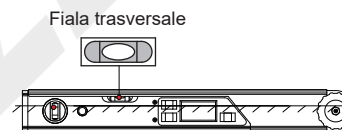

Fig. 1
- a. Controllo trasversale (Fig. 1).